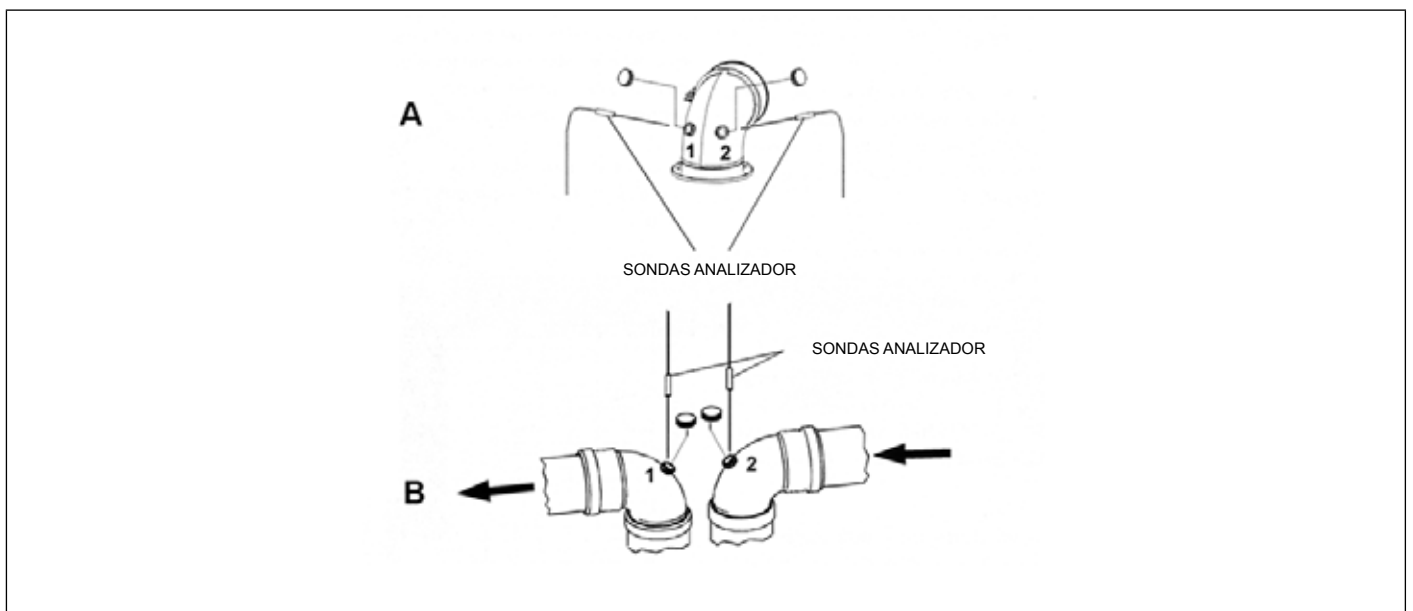

Fig. 14 Ejemplos de puntos de detección de humos
- medida del aire comburente tomada en la abertura dedicada 2 (ver ref. **A** Fig. 14 Ejemplos de puntos de detección de humos).
- medida de la temperatura humos y del CO2 tomados en la abertura dedicada 1 (ver ref. **A** Fig. 14 Ejemplos de puntos de detección de humos).
- medida del aire comburente tomada en la abertura dedicada 2 (ver ref. **B** Fig. 14 Ejemplos de puntos de detección de humos).
- medida de la temperatura humos y del CO2 tomados en la abertura dedicada 1 (ver ref. **B** Fig. 14 Ejemplos de puntos de detección de humos).